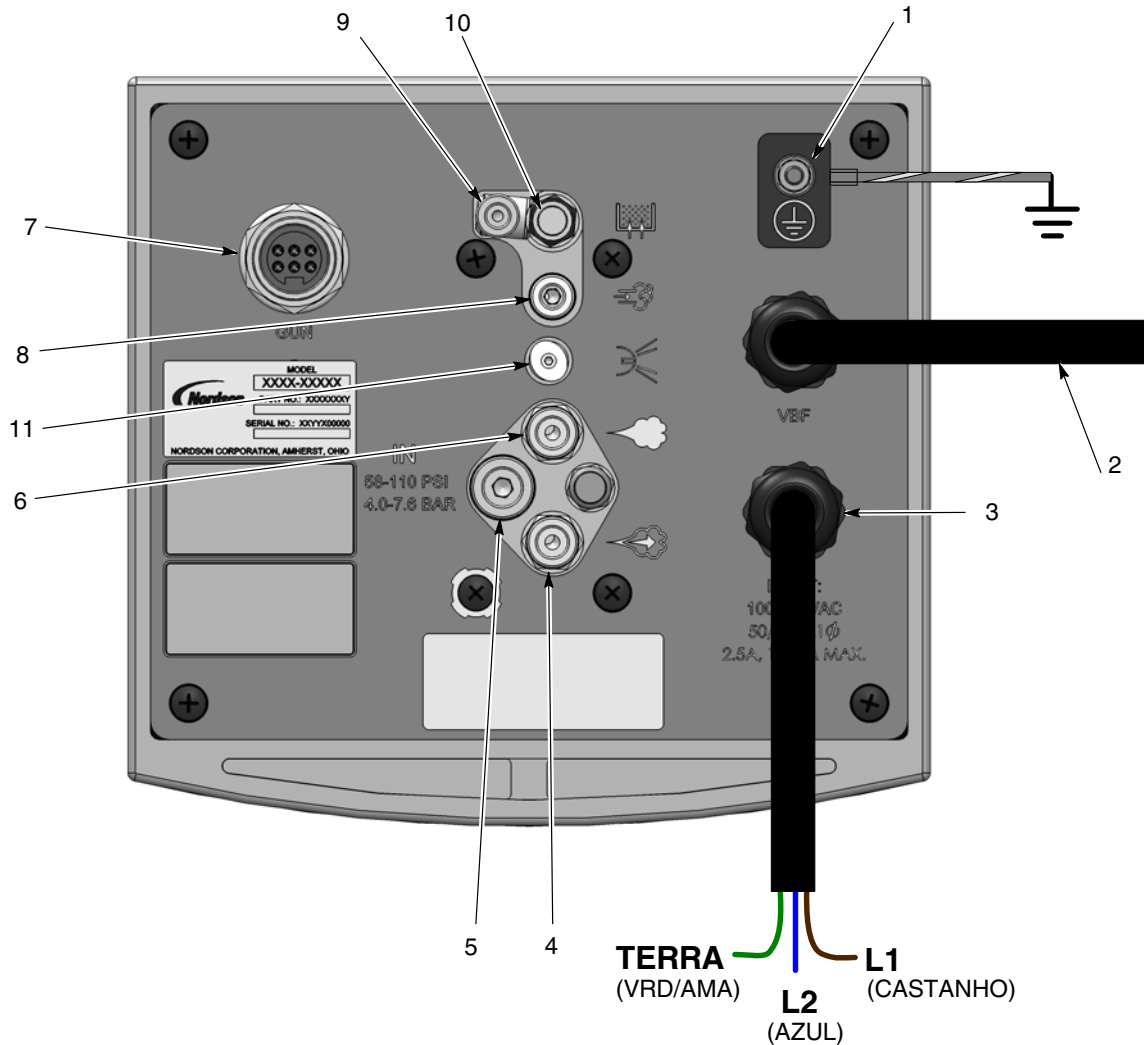
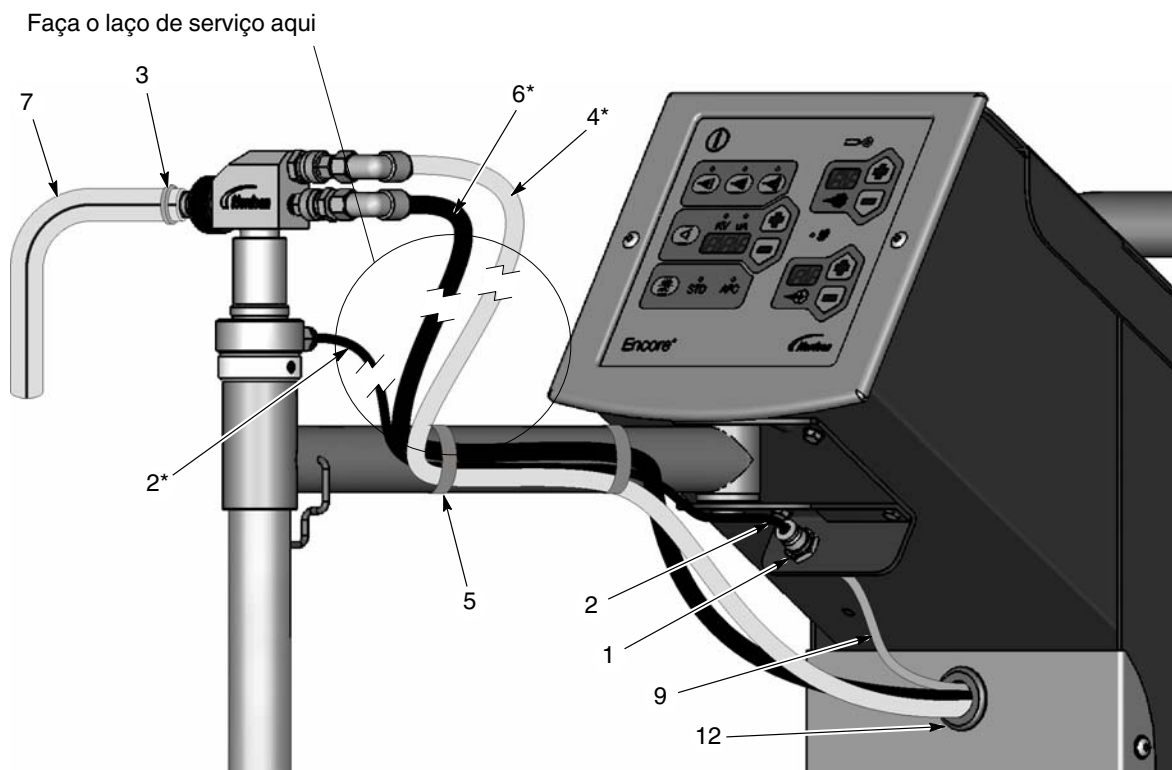

Figura 3-4 Ligações do controlador de pistolas Encore LT
Figura 3-8 Tubo captador de pistola Encore LT e instalação da bomba
7. Consulte a figura 3-4. Ligue os tubos de comprimentos curtos ao controlador:
- Tubo azul de ar de atomização de 8 mm (4)
- Tubo preto de ar de transporte de 8 mm (6)
- Tubo azul de ar de fluidificação de 6 mm (9)
8. Consulte a figura 3-8. Disponha os tubos (4, 6, 9), como ilustrado, através do aro situado no painel dianteiro da torre do carro.
- Tubo azul de ar de atomização de 8 mm (4) para a união superior da bomba
- Tubo preto de ar de transporte de 8 mm (6) à união inferior da bomba
- Tubo azul de ar de fluidificação de 6 mm (9) à união da anteparas (1)
- Tubo preto de ar de fluidificação de 6 mm (2) à união do tubo captador.
- Mangueira de pó (7) à bomba — fixa com a braçadeira de mangueira (3)
10. Fixe os tubos ao braço com as tiras Velcro azuis da Nordson (5).
3. Consulte a figura 3-4. Ligue os seguintes tubos ao controlador: